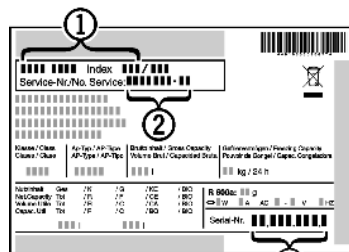

Fig. 4
- Обратитесь в сервисную службу и сообщите вид неисправности, наименование устройства Fig. 4 (1), сервисный № Fig. 4 (2) и серийный № Fig. 4 (3).